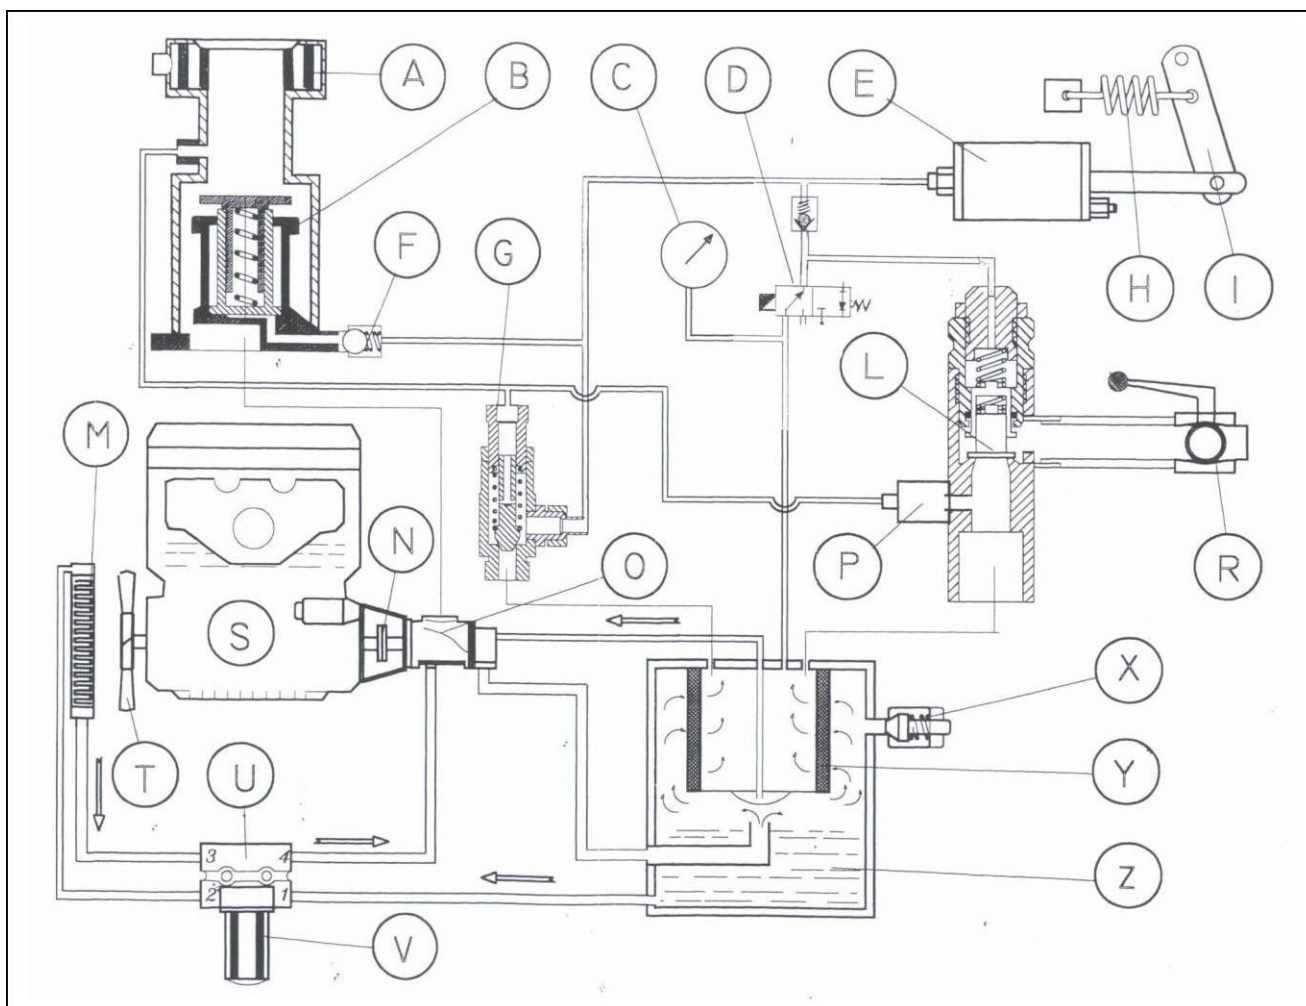

FIG. 3
- 5.9) INSTALAȚIE OLEO-PNEUMATICĂ (Fig. 3) --
-- 5-9-2) SISTEMUL PNEUMATIC (Fig. 3) --
-- 5-9-3) REGLARE VITEZĂ MOTOR AUTOMAT (Fig. 3) --